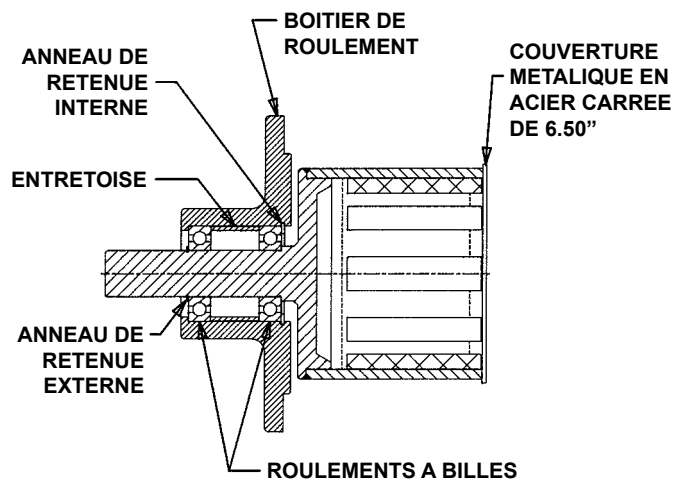

FIGURE 12
1. **Voir Figure 12** pour l'identification des pièces. Couvrez l'extrémité ouverte de l'aimant externe avec un morceau de métal ou de carton. Ceci protégera l'aimant des corps étrangers. Renversez l'ensemble, l'arbre pointant vers le haut et retirez les boutons.